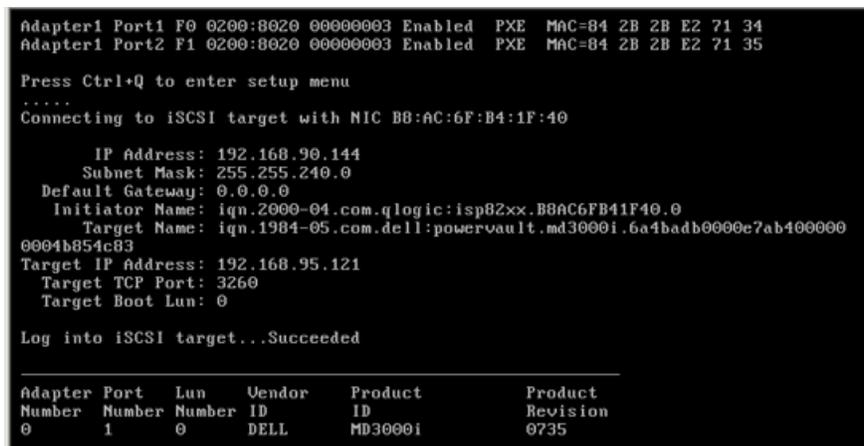

Figure 5-36. Connexion à la cible iSCSI
6. La mémoire ROM en option montre les informations de connexion à la cible iSCSI, comme illustré à la Figure 5-36.